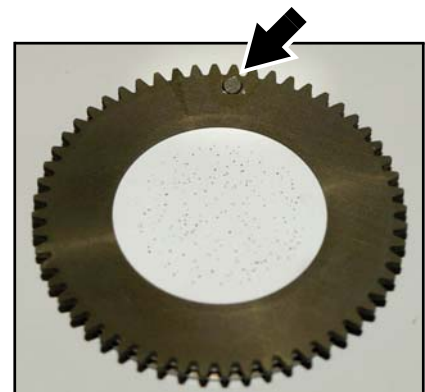

Bild 20: Magnet des Gobohalters
5. Siehe Bild 20. Drehen Sie die Gobofassung, bis der Magnet (Pfeil) mit einem selbst gewählten Referenzpunkt des Moduls übereinstimmt. Ersetzen Sie die Gobos immer einzeln und drehen Sie den Magneten immer auf den Referenzpunkt. Drehen Sie das Goborad nicht, wenn Gobofassungen entfernt wurden. Dadurch vermeiden Sie die Korrektur der Indexwerte der Lichtsteuerung nach der Wartung.